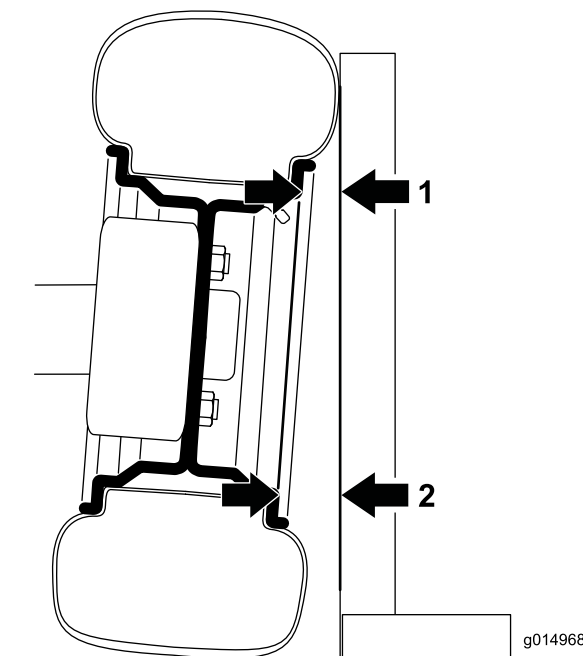

Figura 31
1. Para comprobar la caída, coloque una escuadra de 90 grados en el suelo con el borde vertical contra la cara del neumático (Figura 31).
2. Mida desde la misma zona de la llanta en la parte superior e inferior del neumático hasta la escuadra (Figura 31). La distancia inferior debe ser de 2,3 mm más que la distancia superior. Realice la medición en ambos neumáticos delanteros antes de realizar cualquier ajuste.